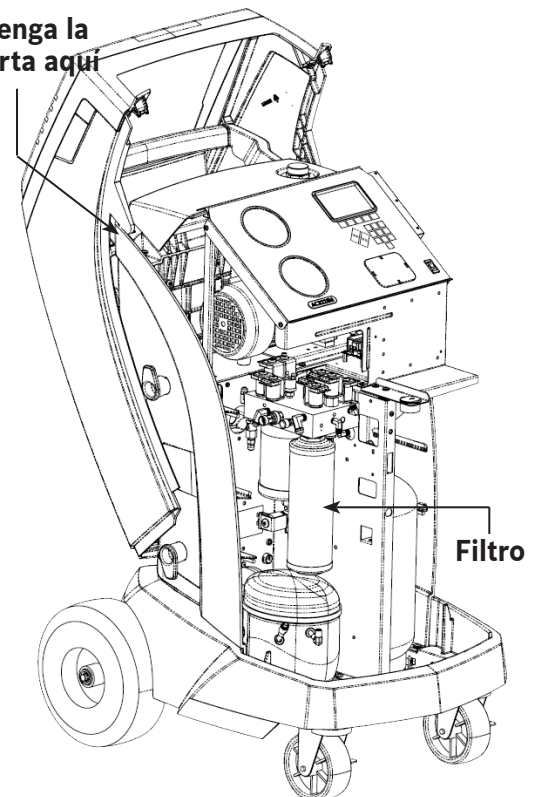

Figura 9
3. Sostenga la cubierta en la parte posterior de la máquina como se muestra en la Figura 9.
1. Consulte la Figura 9, y verifique que el imán en la parte inferior de la máquina esté limpio.